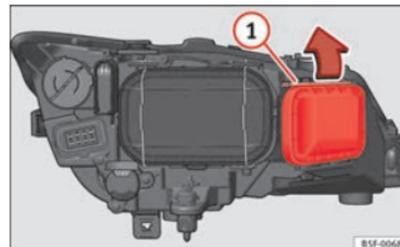

Abb. 185 Glühlampe für Fernlicht
- Verschieben Sie die Strebe ⇒ Abb. 185 ① in Pfeilrichtung und nehmen Sie den Deckel ab.